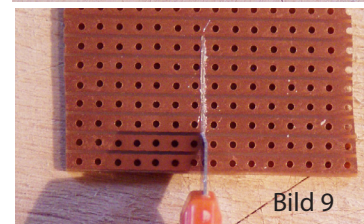

Bild 9
9. Von der Streifenrasterplatine 17 werden nur 4 x 7 Löcher benötigt. In der Mitte des Streifenrasters wie im Bild 9 zu sehen durch Kratzen oder Einschneiden mit einem Cuttermesser die Kupferbahnen trennen.